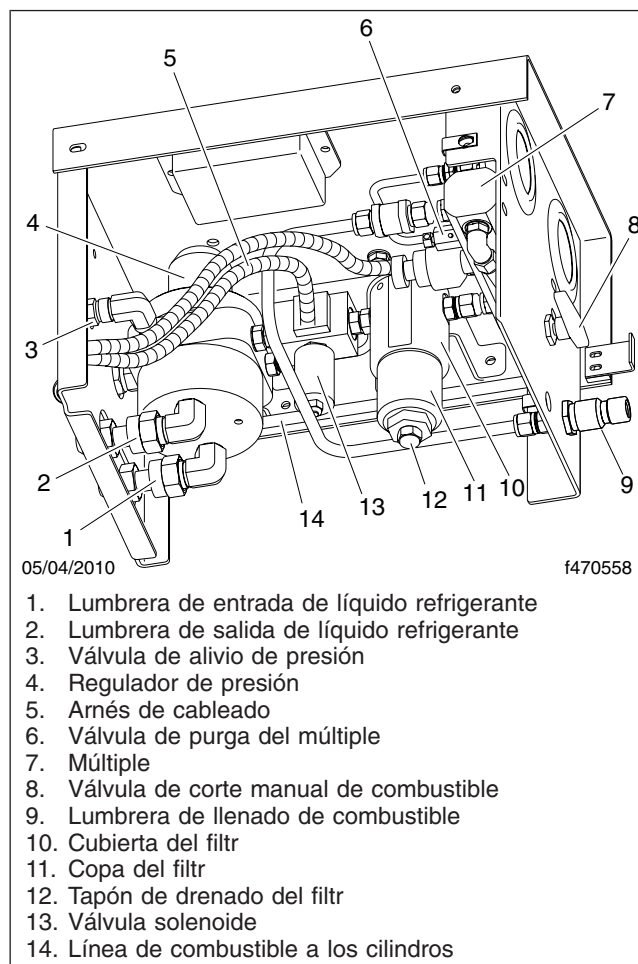

Figura 11, Componentes del panel de combustible CNG
6. Abra lentamente la válvula de purga del múltiple para dejar escapar toda presión de combustible restante del sistema. Vea la **Figura 11**.